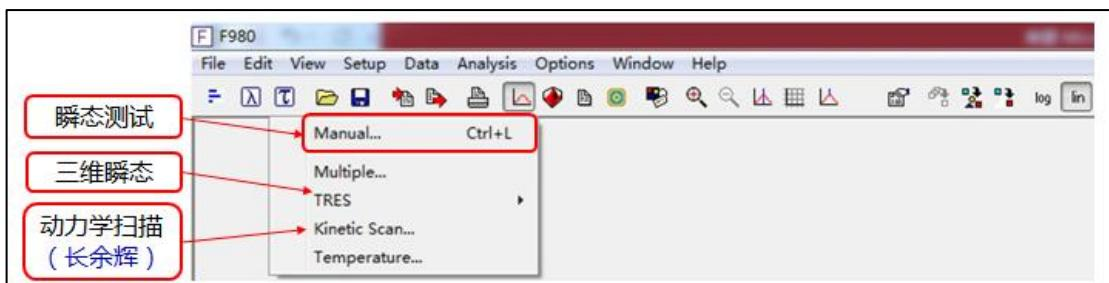

图. 7 瞬态功能界面介绍
6. 点击瞬态测试按钮 (如附图 7), 选择 Manual Lifetime, 进入设置菜单, 在 Excitation 栏内设置好激发波长和 Light Source, 在 Emission 1 栏内设置好发射波长和 Detector, 将 Live 选择框勾上, 然后开始设置下部的 Lifetime Sample 1 菜单, 在 Rates 标签内一边观察 Stop Rate 一边调节 Iris Setting, 再在 Time Range 标签内选择一个合适的 Time Range 和 Channels, 在 Stop Condition 标签内根据样品情况选择一个合适的条件 (如附图 8-9), 设置好之后, 点击 New 开始测试;